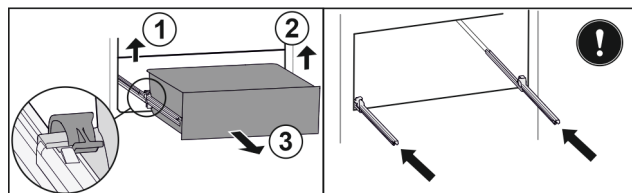

Fig. 197
- Zvedněte levou svorku a současně vytáhněte zásuvku vlevo dopředu. Fig. 197 (1)
- Zvedněte pravou svorku a současně vytáhněte zásuvku vpravo dopředu. Fig. 197 (2)
- Vyjměte zásuvku dopředu. Fig. 197 (3)